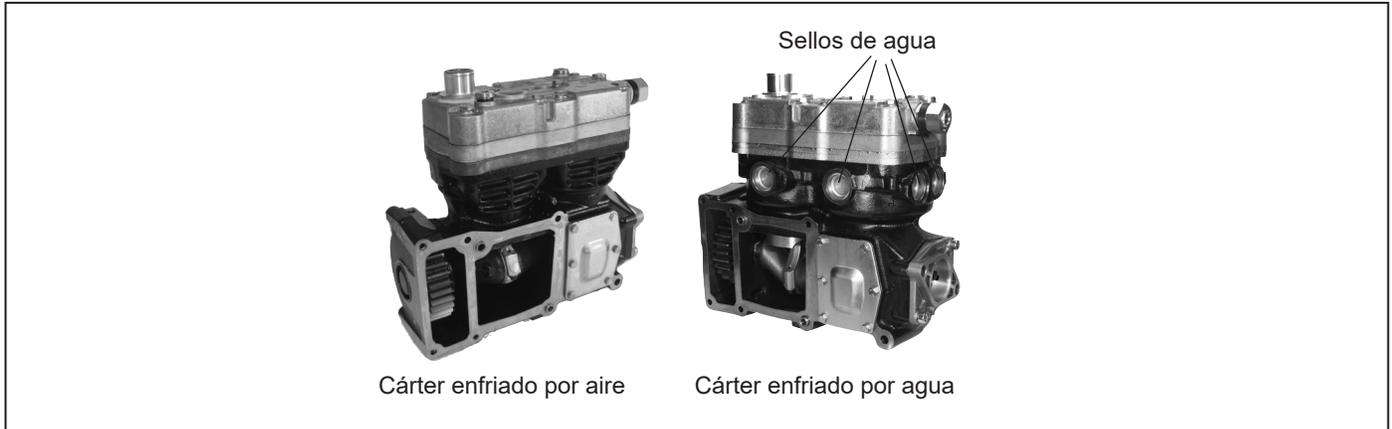

Figura 1 – Los cárteres 720cc Bendix® pueden ser enfriados por agua o por aire
**Nota:** El kit de sellos del compresor fue desarrollado para ayudar al mantenimiento de más de un modelo de compresor. Esta hoja de instrucciones de instalación es compatible con los modelos de compresores de 720 cc (DLU) Bendix® que se muestran en la Figura 1. La diferencia principal entre los dos estilos de compresores es si el cárter es enfriado por agua o por aire. El cárter enfriado por agua requiere los anillos tóricos del cárter (H); la versión enfriada por aire no. La Figura 1 representa la diferencia visual en los dos modelos de compresores.
Coloque un paño limpio sobre las aberturas del cárter que exponen el engranaje y el conjunto cigüeñal/biela (consulte la Figura 1 y 2). No se permite la contaminación en estas zonas.